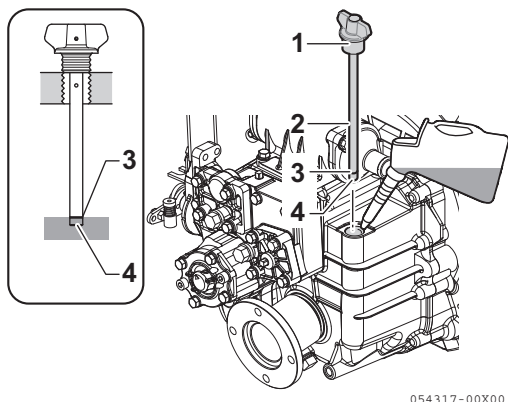

Figura 7
2. Retire el tapón de llenado (**Figura 7, (1)**) de la parte superior de la caja.
3. Retire la varilla de nivel (**Figura 7, (2)**) y límpiela con un trapo limpio.
4. Vuelva a insertar la varilla de nivel de aceite sin enroscarla hacia adentro. Consulte la ilustración (**Figura 7**).
5. Extraiga la varilla de nivel de aceite. El nivel de aceite debe encontrarse entre las líneas superior (**Figura 7, (3)**) e inferior (**Figura 7, (4)**) de la varilla de nivel.
3. Llene con aceite hasta el límite superior de la varilla de nivel (**Figura 7, (3)**). Consultar Especificaciones del aceite de inversor reductor marino en la página 56.